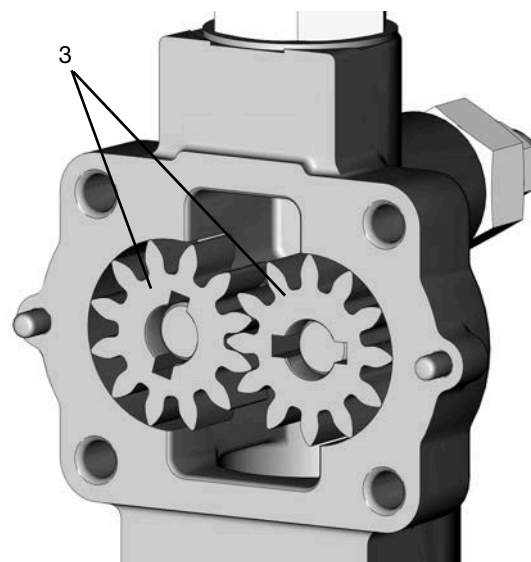

FIG. 27
17. Retirez le joint torique (5) (FIG. 27).
18. Retirez les deux engrenages de la pompe (3) (FIG. 27).
19. Inspectez la cavité de la pompe et les engrenages de la pompe (3) pour détecter tout dommage ou usure excessive. En cas de dommage ou d'usure, remplacez l'ensemble du boîtier de pompe. S'il n'y a ni dommage ni usure, nettoyez la cavité de la pompe et les engrenages (3) (FIG. 27).
1. Placez les engrenages de la pompe (3) dans la cavité de la pompe, en vous assurant qu'ils tournent librement (FIG. 27).